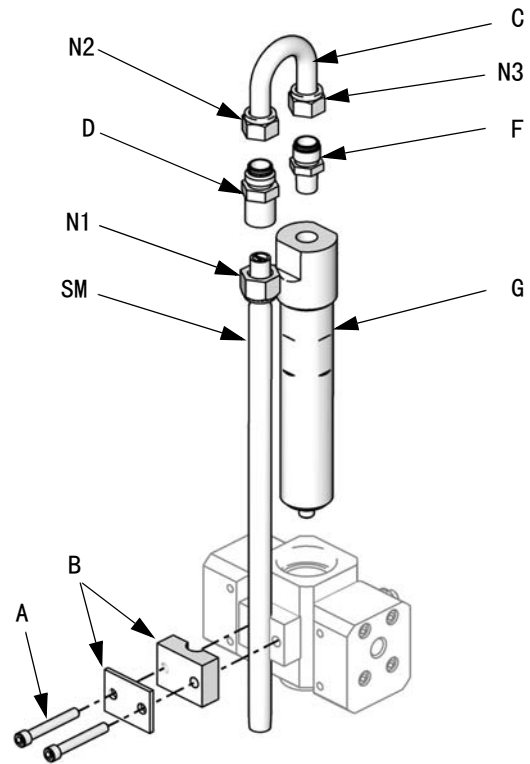
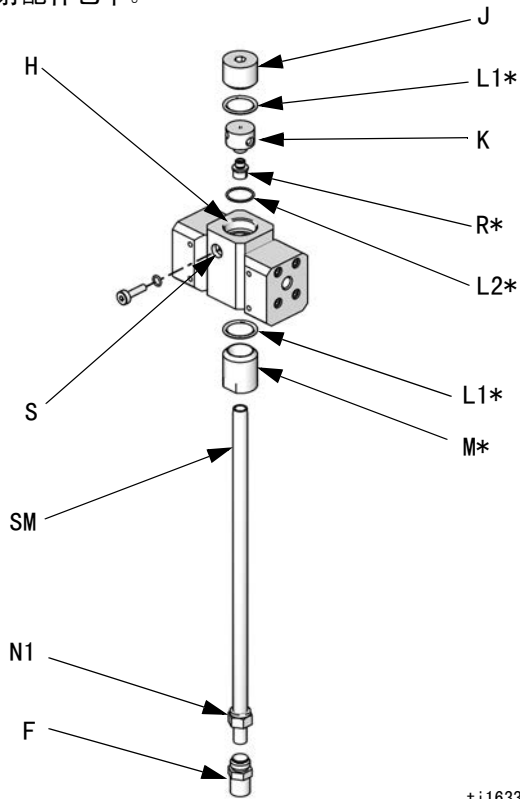

图 7. 拆卸混合室和静态混合器
图 8. 安装 15U955 注射配件包
1. 参见图 7。卸下螺钉 (A) 和静态混合器机架组件 (B)。
2. 拧松静态混合器螺母 (N1)。卸下并保留静态混合器 (SM)。
3. 松开 U 形管螺丝 (N2 和 N3)。丢弃 U 管 (C) 和静态混合器接头 (D)。
4. 卸下并保留 1/4 npt(m) 接头 (F)。卸下混合室 (G) 并丢弃
5. 参见图 8。从节流器罩 (H) 上卸下其余零配件。保留插塞 (J) 和基座 (K)。丢弃所有用过的 O 形圈。
6. 将节流器罩 (H) 旋转 180°，使定位螺钉 (S) 位于左上位置，如 图 8 所示。卸下并保留两颗定位螺钉 (S)。在重装时，将调换这两个螺钉的位置。
7. 将大 O 形圈 (L1*) 装在节流器罩 (H) 上。将注射帽 (M*) 拧在节流器罩上。
8. 根据应用要求决定所需的流量范围。将**动态配料限流器选择图**（第 68-70 页）用作指南，为选定的流量和比率选择相应尺寸的节流器。将节流器 (R*) 安装在基座 (K) 上。
9. 将小尺寸的 O 形圈 (L2*)、限流器 (R*)、基座 (K)，大尺寸 O 形圈 (L1*) 和塞子 (J) 装在一起，如图所示。
10. 装上两个固定螺丝。在罩的前面安装长定位螺钉 (S) 以方便触及。